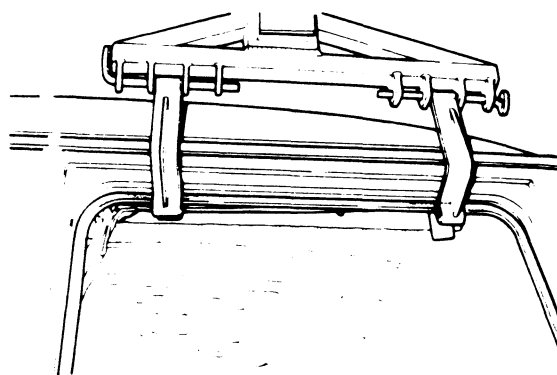

Fig. 14
- Bevestig nu eerst het takeljuk aan de kabine. kantel hiertoe de kabine terug, maar zorg ervoor dat deze niet in het slot kan vallen, b.v. door een blok hout onder de grendelpen te leggen. (Voor tekening van het takeljuk zie speciaal gereedschap). Om te voorkomen dat het takeljuk de gordijnrails beschadigt, moeten deze losgenomen worden t.p.v. de portierstijl, (Fig. 14 en 15).